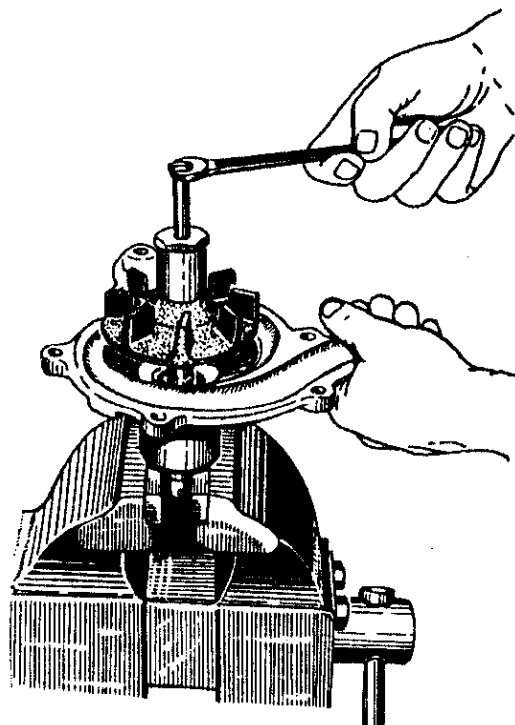

Рис.76. Снятие крыльчатки водяного насоса
3. Съёмником спрессовать крыльчатку с вала водяного насоса (рис.76). Перед снятием крыльчатки, чтобы не повредить резьбу на валике водяного насоса, между торцом валика и болтом съёмника необходимо поставить шайбу.